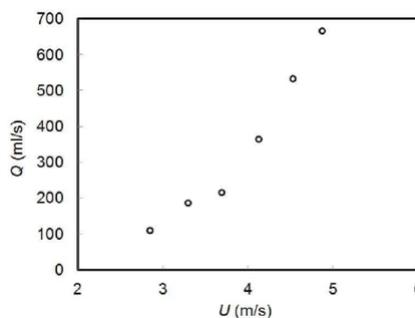

図3 気泡流量の巡回速度依存性
- 気泡流量は巡回速度と共に増加した(図3)。巡回速度の増加によって、翼上面に発生する低圧領域と大気圧との圧力差が大きくなったことで説明できる。